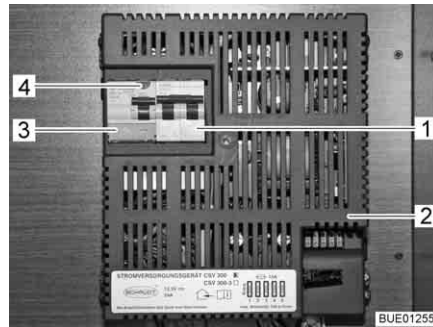

Fig. 115 Interruttore di sicurezza a 230 V e interruttore automatico FI (CSV 300)
Un interruttore di sicurezza per correnti di guasto (interruttore automatico FI) (Fig. 115,3) nell'apparecchio per l'alimentazione elettrica CSV 300 (Fig. 115,2) protegge l'intero veicolo da correnti di guasto (0,03 A).
Un interruttore di sicurezza bipolare collegato in serie (Fig. 115,1) nell'apparecchio per l'alimentazione elettrica protegge la rete di bordo a 230 V.
- Se il veicolo è collegato all'alimentazione a 230 V, premere il tasto di controllo (Fig. 115,4). L'interruttore di sicurezza per correnti di guasto (FI) deve scattare.